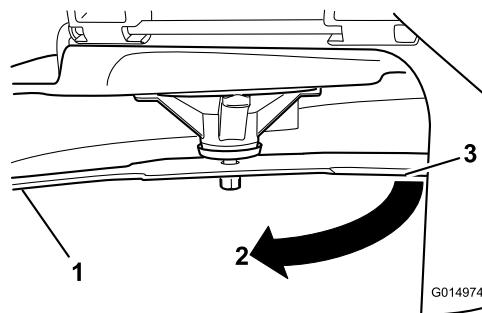

Figure 67
4. Tournez la même lame de 180 degrés pour amener l'autre tranchant à la même position (Figure 67).